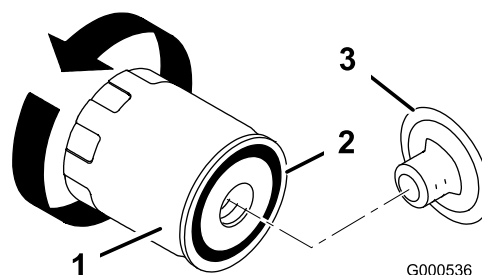

Figure 23
2. Retirez le filtre usagé (Figure 23).
le joint touche l'adaptateur, puis donnez de 2/3 à 1 tour supplémentaire (Figure 23).